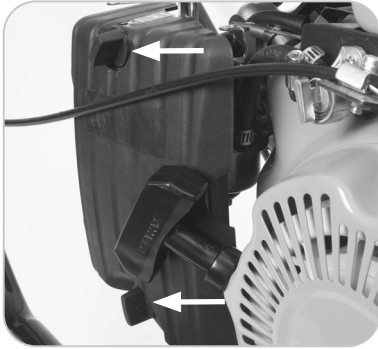

Abb. 16
- Lösen Sie die Flügelmuttern vom Luftfiltergehäusedeckel und entfernen Sie ihn. **(Abb. 16)**